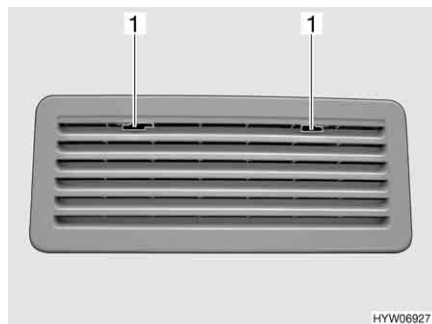

Bild 164 Kühlschrank-Lüftungsgitter
- Arretierung (Bild 164,1) zur Mitte schieben.